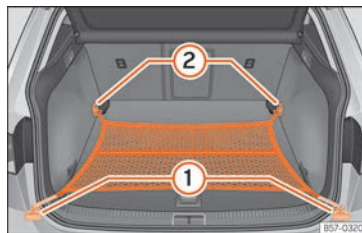

Abb. 172 Im Gepäckraum: flach eingehängtes Gepäckraumnetz.
- Hängen Sie die Haken in die Verzurrrösen ein » (Abb. 172) ① und ② » ⚠️. Der Reißverschluss des Gepäckraumnetzes muss dabei nach oben zeigen.